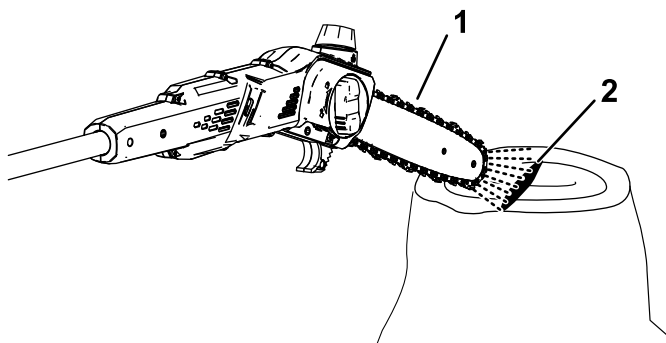

Figura 18
2. Para asegurarse de que el aceite fluye hasta la cadena, coloque la punta de la sierra de pértiga a unos centímetros de una superficie (por ejemplo, papel, cartón, un tocón) y arranque la sierra de pértiga; debe poder ver una pulverización ligera de aceite en la superficie (Figura 18).